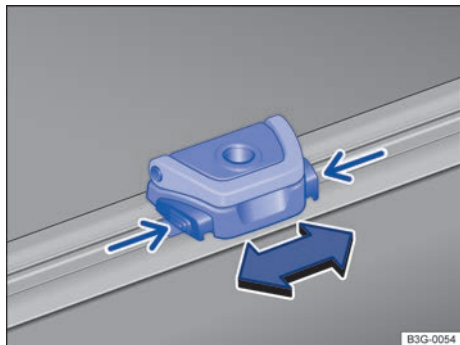

Fig. 135 En el maletero: ajustar y desmontar las argollas de amarre.
- Presione y mantenga presionadas las teclas de la argolla → fig. 135 (flechas pequeñas) al mismo tiempo.
- Coloque la argolla en la guía en la posición deseada, tal y como se muestra → fig. 135, y suelte las teclas.
- Desplace la argolla hasta la posición deseada → fig. 135 y suelte las teclas cuando la argolla se encuentre en la posición deseada.